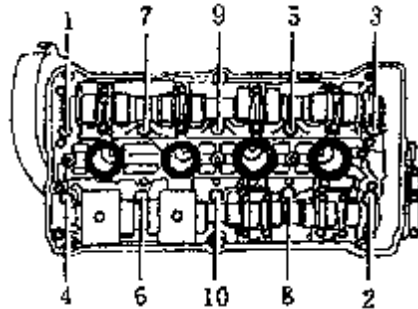

图 4-78 气缸盖螺栓拆卸顺序
(7) 拆卸气缸盖罩时, 按图 4-78 所示的顺序拧下气缸盖螺栓, 拆下气缸盖。